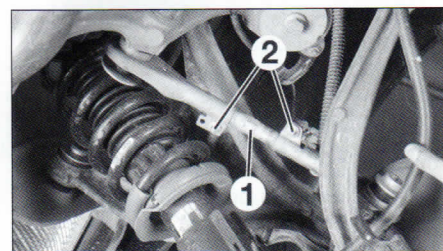

FIG. 6
- El paralelismo se ajusta por las bieletas de reglaje (1) (**fig. 6**).